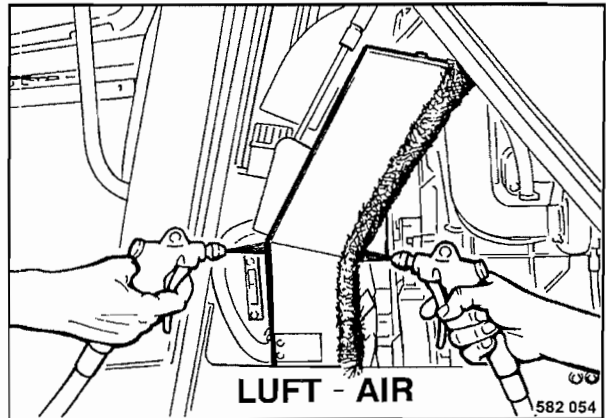

Fig. 65
- Limpiar el radiador (Fig. 65) soplando con aire comprimido